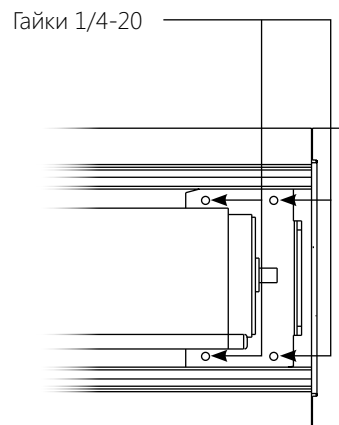

Рисунок 2
3. Для монтажа экрана и вала в сборе ослабьте (но не снимайте) четыре гайки 1/4-20, которыми кронштейн со стороны пальца (противоположной стороне распределительной коробки) крепится к корпусу. Сдвиньте кронштейн со стороны пальца по направлению к торцу корпуса (рис. 2).
5. Перемещая корпус со стороны пальца, сдвигайте кронштейн со стороны пальца, пока палец плотно не войдет в отверстие. Надежно затяните гайки 1/4-20 на кронштейне со стороны пальца (рис. 2).